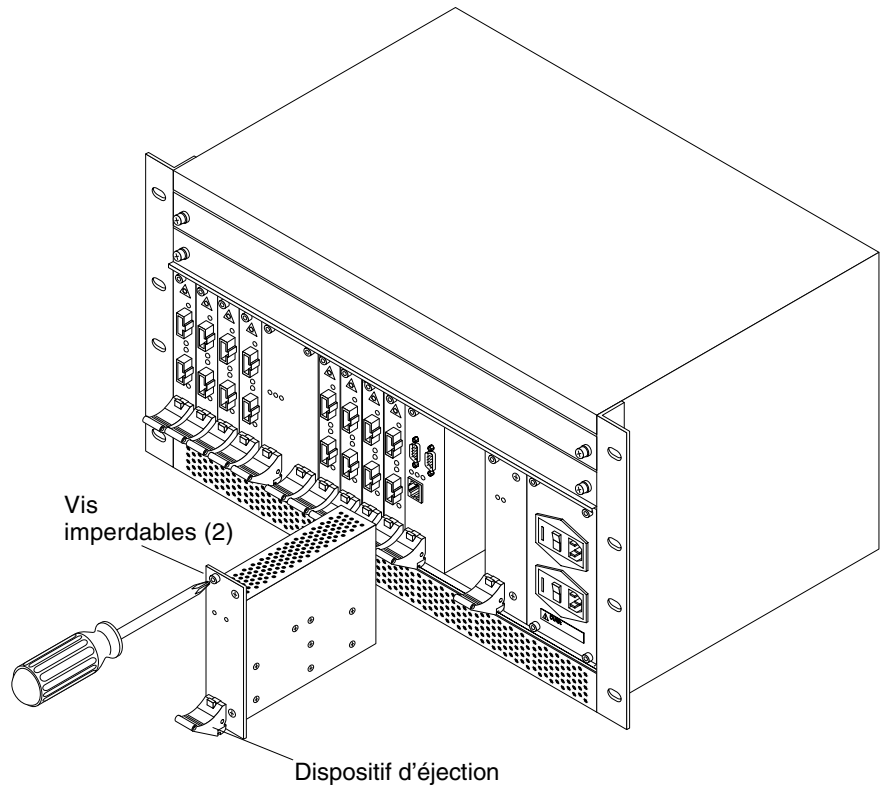

FIGURE 4-3 Remplacement d'un module d'alimentation Sun Fire Link
3. Desserrez les vis imperdables situées en haut et en bas du module (FIGURE 4-3).
2. **Déverrouillez le dispositif d'éjection du module en appuyant sur le bouton rouge (FIGURE 4-3).**